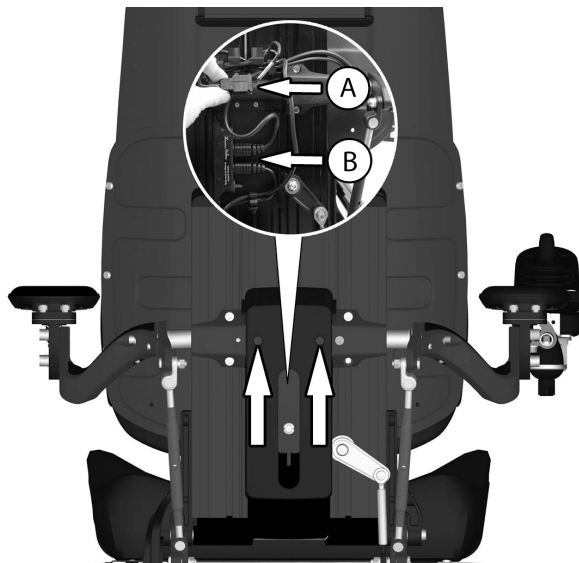

Abbildung 160. Die Kunststoffabdeckung ist mit zwei Schrauben befestigt.
2. Die beiden Befestigungsschrauben der Kunststoffabdeckung an der Rückseite der Rückenlehne lösen. Die Plastikabdeckung nach unten drehen. Siehe Abbildung. 160.
3. BUS-Kontakte vom Kontaktblock abnehmen und Kabel zum ICS-Steuerpult am Kabelkontakt trennen. Siehe Abbildung. 160.
8. BUS-Kontakte am Kontaktblock montieren und Anschlusskabel zum ICS-Steuerpult am Kabelkontakt montieren. Siehe Abbildung. 160.
9. Kunststoffabdeckung an der Rückseite der Rückenlehne mit den zwei dazugehörigen Schrauben montieren. Siehe Abbildung. 160.